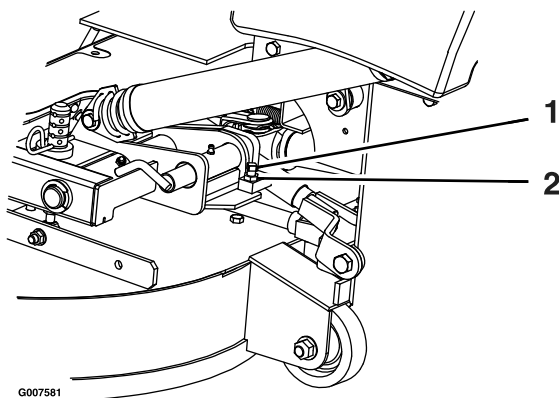

**Figura 60**
3. Afloje las seis tuercas de las bisagras de la puerta (Figura 60).
4. Abra la puerta y coloque una tira de goma de 3/8 pulgada o una manguera de 3/8 pulgada de diámetro entre la tolva y la puerta de la tolva (Figura 60).